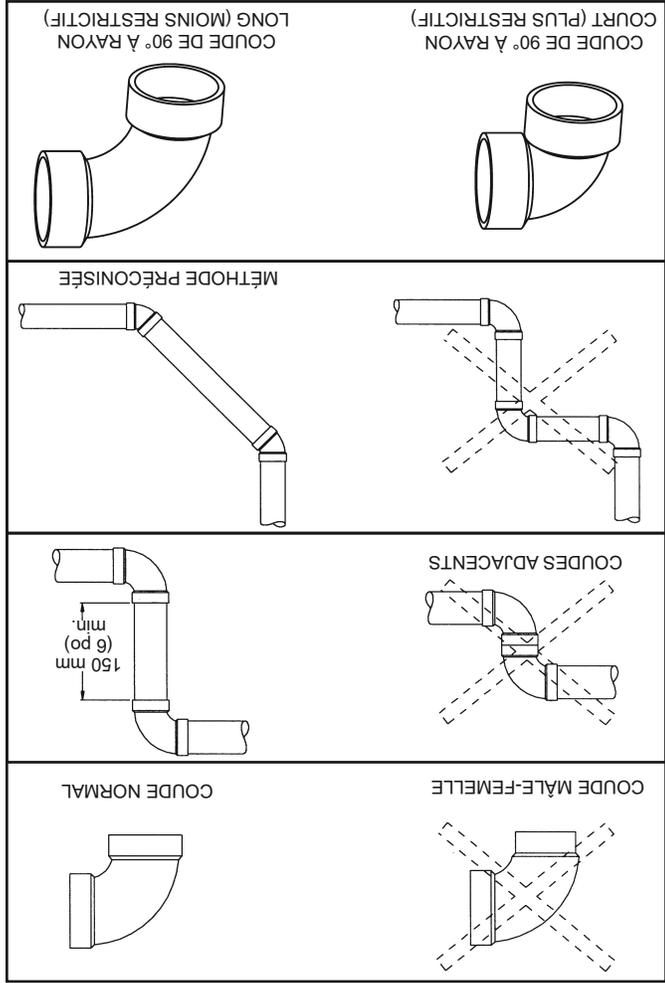

Figure 30.
2. Le conduit d'évacuation doit être aussi direct que possible, avec un nombre minimal de raccords. Dans la mesure du possible, utiliser des coudes de 45° et de 90° à rayon long. Éviter d'utiliser des coudes de 90° directement adjacents et ne pas utiliser de coudes mâle-femelle. Maintenir une portion droite d'au moins 150 mm (6 po) entre deux coudes. Les coudes très rapprochés ou à rayon court réduisent la capacité d'évacuation. Figure 30 montre des exemples de raccords de tuyauterie d'évacuation.
Remarque : Les indications de la Figure 30 sont fournies à titre d'illustration d'une bonne méthode d'évacuation seulement et ne visent pas à restreindre les options d'évacuation au-delà des restrictions établies par l'édition courante du **Code d'installation du gaz naturel et du propane B149.1** ou tout code local ou provincial en vigueur.